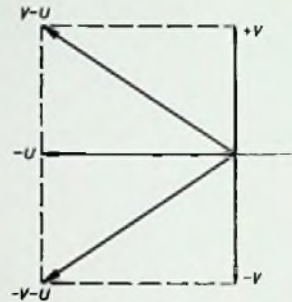

Bild 6. Farbzeiger des „MATRIX“-Signals des „PM 5508“
Zur Überprüfung der Matrix dient das Signal „MATRIX“. Es besteht aus einer völlig korrekten PAL-Information (Bild 6), und zwar aus den vier Balken $+V-U$, $-U$, $+V$, 0 mit jeweils gleichem Grauwert. Dieses Signal erlaubt die Kontrolle der sogenannten 45°-Ein-
stellung. Mit anderen Worten: Stimmen die Verstärkungsfaktoren (8) und (9) sowie die Grünmatrix (14)? Da nämlich das Signal $\pm V-U$ (Bild 6) durch den Empfänger-PAL-Schalter (7) in $+V-U$ zurückgewandelt wird, steht diese Information senkrecht auf dem Zeiger (G-Y). Also erscheint am (G-Y)-Ausgang der Matrix ein Nullsignal. Das ist mit dem Oszillografen am Ausgang (14) direkt zu erkennen. Auf dem Bildschirm enthält jedoch der erste Balken auch rote und blaue vom Y-Signal herrührende Leuchtpunkte. Schaltet man nun die beiden Elektronensysteme der Bildröhre für Blau und Rot ab, dann muß die noch sichtbare Grünkomponente im ersten Balken gleichbleiben, wenn man den Sättigungseinsteller (1) auf- und zudreht.